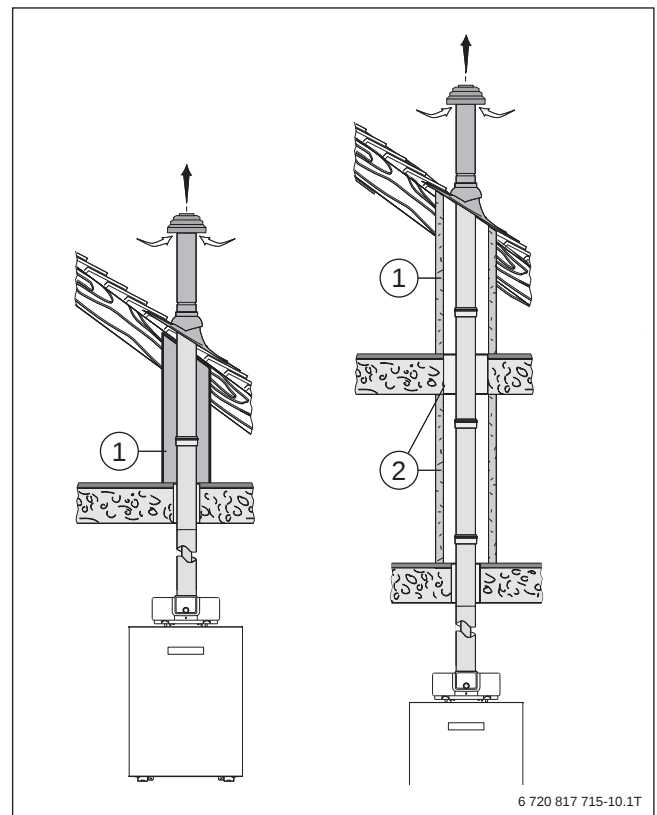

Bild 68 Luft-Abgas-System
- Wenn sich unmittelbar über dem Aufstellraum nur die Dachkonstruktion befindet, ist das Luft-Abgas-System zwischen der Deckenoberkante des Aufstellraums und der Dachhaut zu verkleiden. Dafür genügen ein nichtbrennbarer, formbeständiger Baustoff oder ein metallisches Schutzrohr (→ Bild 68, [1]). Wenn für die Decke eine Feuerwiderstandsdauer festgelegt ist, dann gilt diese auch für die Verkleidung.
- Beim Überbrücken von Geschossen ist für das Luft-Abgas-System außerhalb des Aufstellraums bis in die Dachhaut ein Schacht mit der Feuerwiderstandsklasse L30 (F30) oder L90 (F90) einzuplanen (→ Bild 68, [2]). Dafür sind nur zugelassene Schachtkonstruktionen zu verwenden.